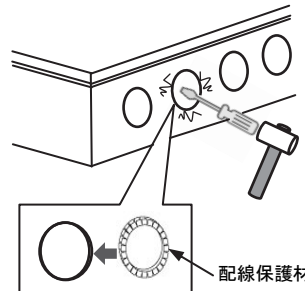

図2
- 取り付け位置を決め、使用するノックアウト穴をあけてください。（ノックアウト穴は、マイナスドライバー先を当ててハンマーでたたいてください。）（図2参照）